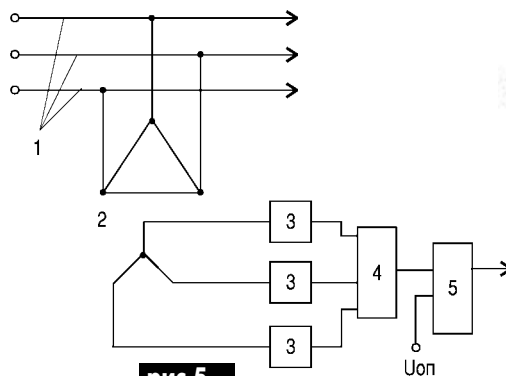

рис.5
**Схема определения обрыва фазы** описана в патенте Японии 2-26448. Как известно, обрыв фазы весьма опасен для работы электродвигателей, которые в этом случае могут выйти из строя. В схеме **рис.5** к проводам трехфазной линии 1 подключен трехфазный трансформатор 2, у которого первичные обмотки включены треугольником, а вторичные - звездой. К выходам вторичных обмоток подключены согласующие устройства 3, сигналы которых поступают на сумматор 4. С выхода сумматора напряжение подается на компаратор 5, в котором сравнивается с опорным напряжением Uоп. Когда включены все три фазы, напряжение на выходе сумматора близко к нулю, и на выходе компаратора напряжение также нулевое. При обрыве фазы сумма напряжений становится ненулевой, компаратор срабатывает и включает исполнительный механизм, отключающий напряжение в трехфазной сети.